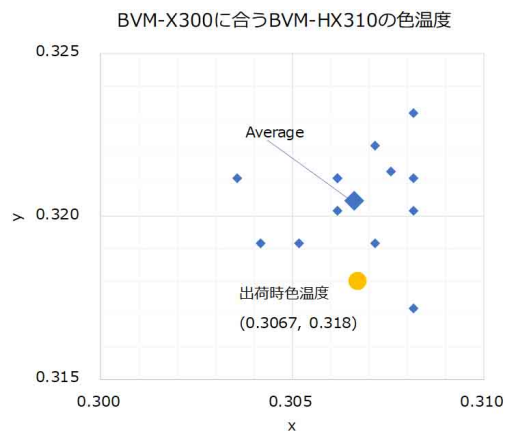

図2 カラーマッチング実験結果
- 出荷設定のターゲット色温度は、ばらつきの中心ではなく、多くのユーザにとって適切な設定ではない可能性が高い (図2参照)